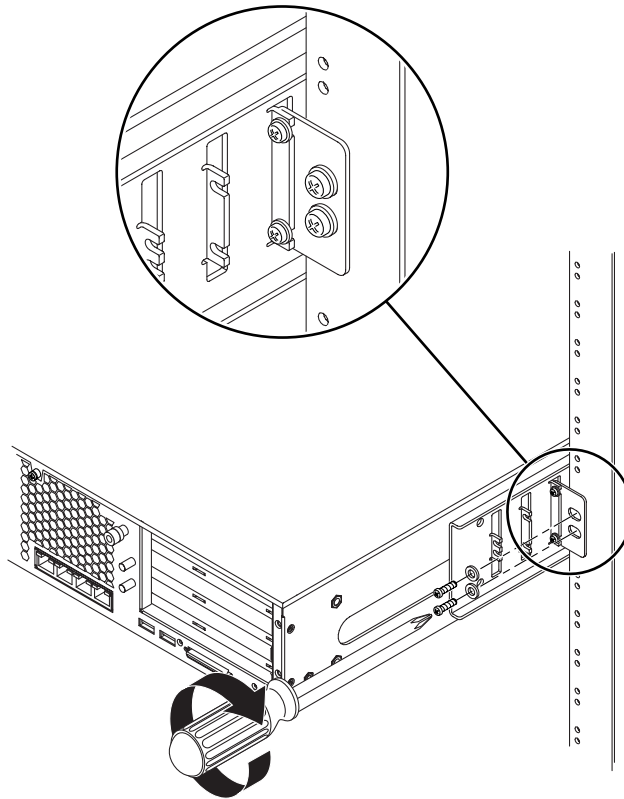

FIGURA 3-35 Fijación de la placa trasera al bastidor
d. Con dos tornillos, fije el otro lado de la placa trasera a la parte posterior del poste (FIGURA 3-35).